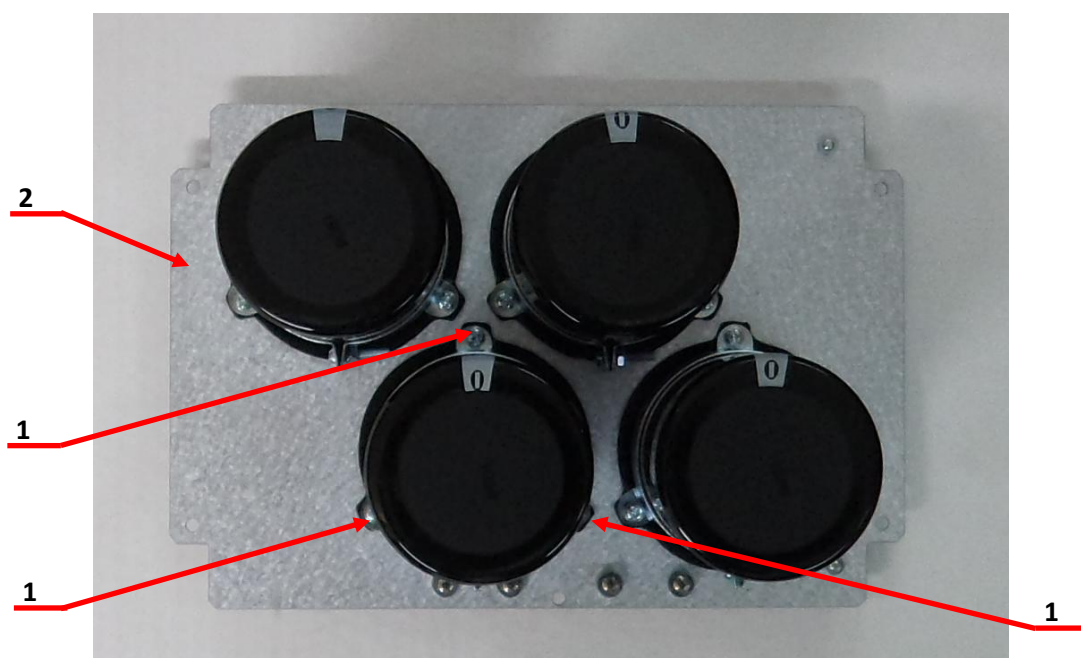

Рис.6.23
- 6.11.2. Окрутить 3 винта поз.1 (рисунок 6.23) и положить их в тару 3.1.17. Панель конденсаторов в сборе поз.1 – вид с обратной стороны.